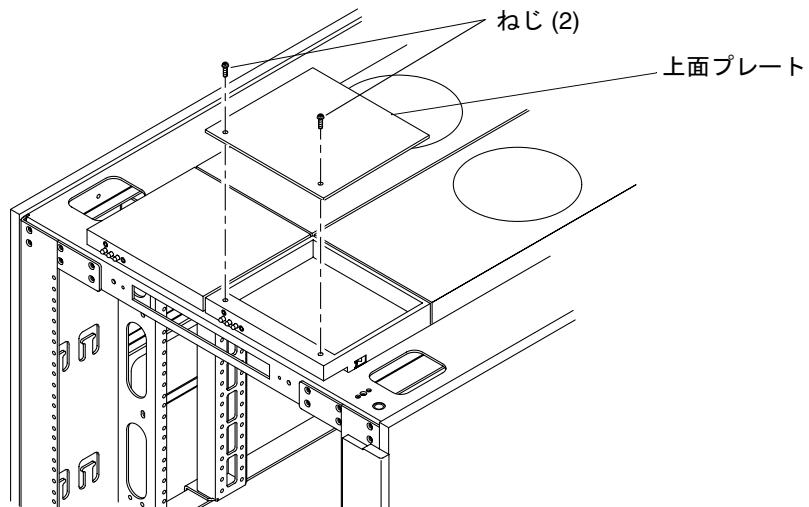

図 6-3 ファントレーの上面プレート
4. ファンアセンブリの上面プレートから 2 つのねじを緩め、取り外します (図 6-3)。